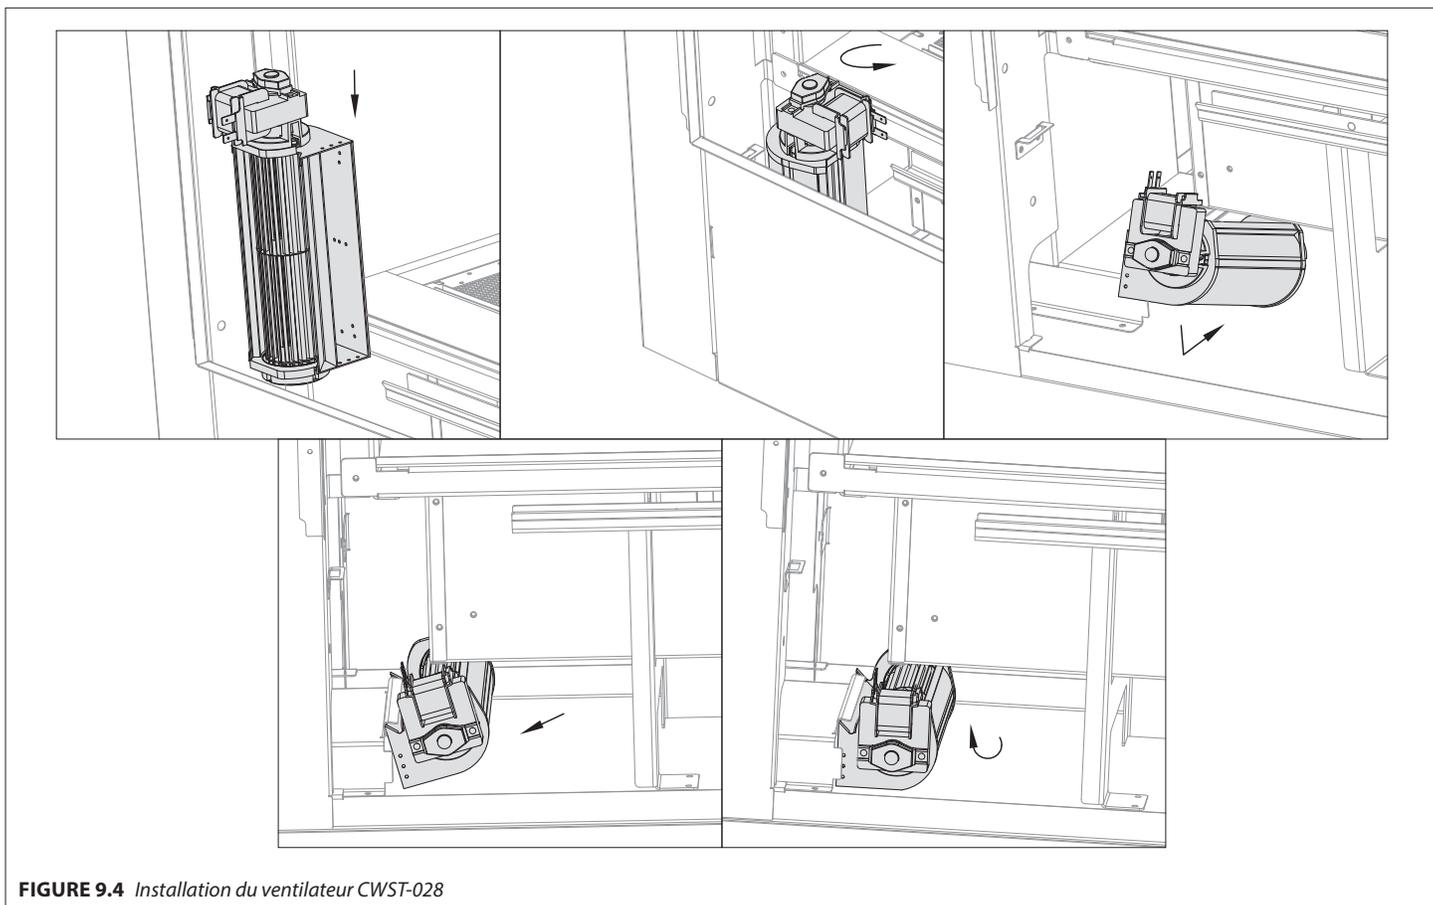

FIGURE 9.4 Installation du ventilateur CWST-028
4. En dirigeant le côté «bornes» du ventilateur vers vous et les bornes du ventilateur à gauche, insérez le ventilateur dans son logement du foyer. Voir la Figure 9.4.
7. Placez le bord supérieur de la sortie d'air du ventilateur sous le bord de l'ouverture du canal d'air du foyer. Pivotez le ventilateur vers le haut vers le bord pour fixer en place le ventilateur. Voir la Figure 9.4. **NE LAISSEZ PAS LE VENTILATEUR TOUCHER AUCUN DES CÂBLES ÉLECTRIQUES.**